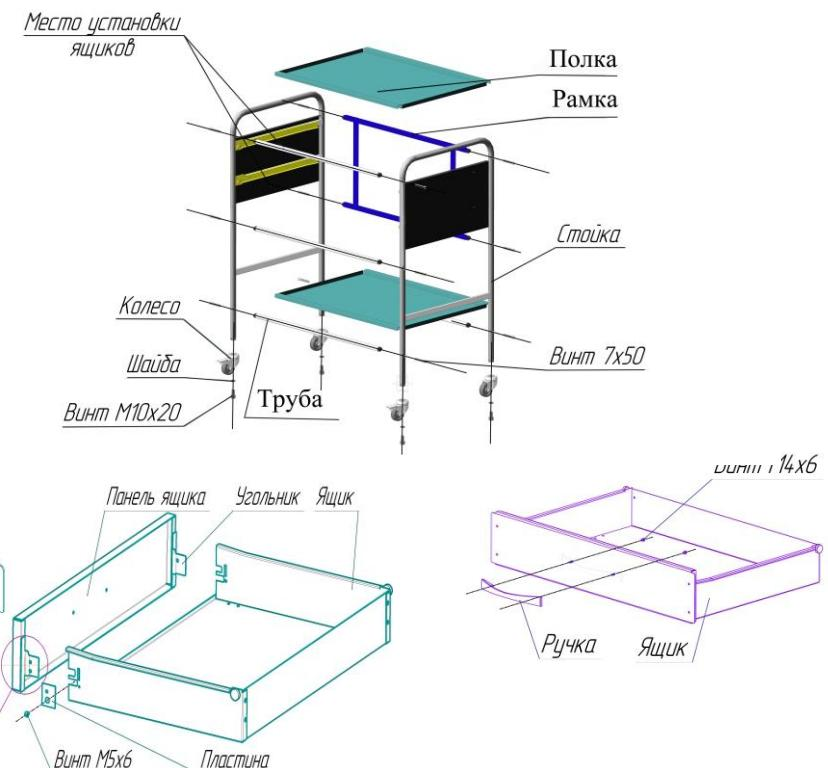

Рисунок 1 – Схема сборки столика
Сборку столика производите в следующем порядке (см. рисунок 1):
- соедините панель ящика с ящиком с помощью пластин и винтов M5x6, как показано на рис. 1, сориентировав при этом угольники, расположенные на панели ящика, стрелкой вверх,